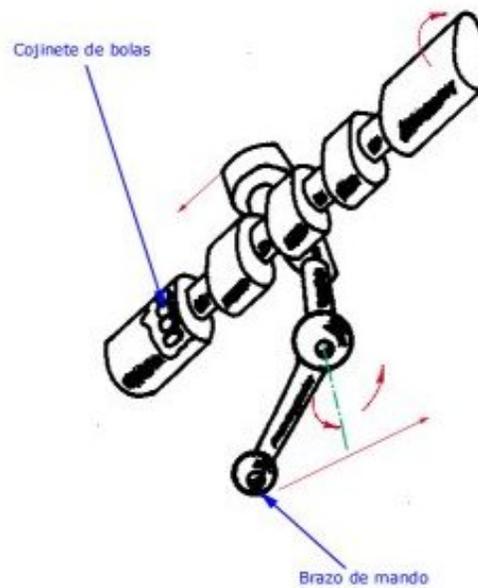

Fig. 2.
- Por tornillo y palanca, en el que la columna también acaba roscada, y por la parte roscada va a moverse un pivote o palanca al que está unido el brazo de mando accionando así todo el sistema (Fig. 2).